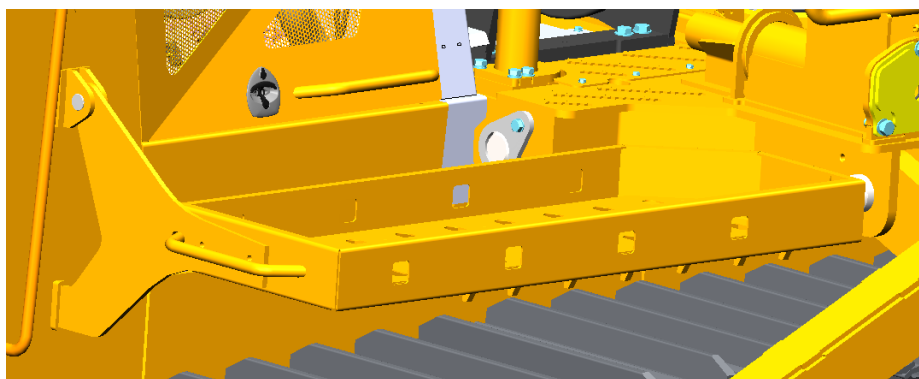

Рисунок 3.74. Установка площадки
- Установить площадку, рис. 3.74.